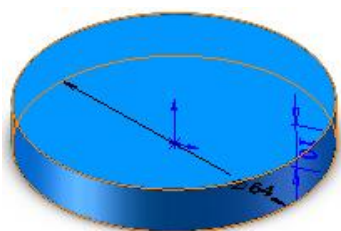
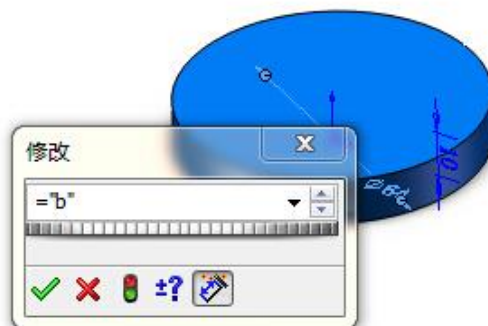

图 3-34 拉伸深度尺寸
图 3-35 尺寸修改
(3) 为了将拉伸特征的尺寸参数化，应先双击“设计树”中的拉伸图标，如图 3-33 所示，视图中会显示拉伸深度“10”这个尺寸，如图 3-34 所示。双击尺寸“10”，弹出“修改”对话框，在其中输入“=b”，即实现拉伸深度参数化，如图 3-35 所示。